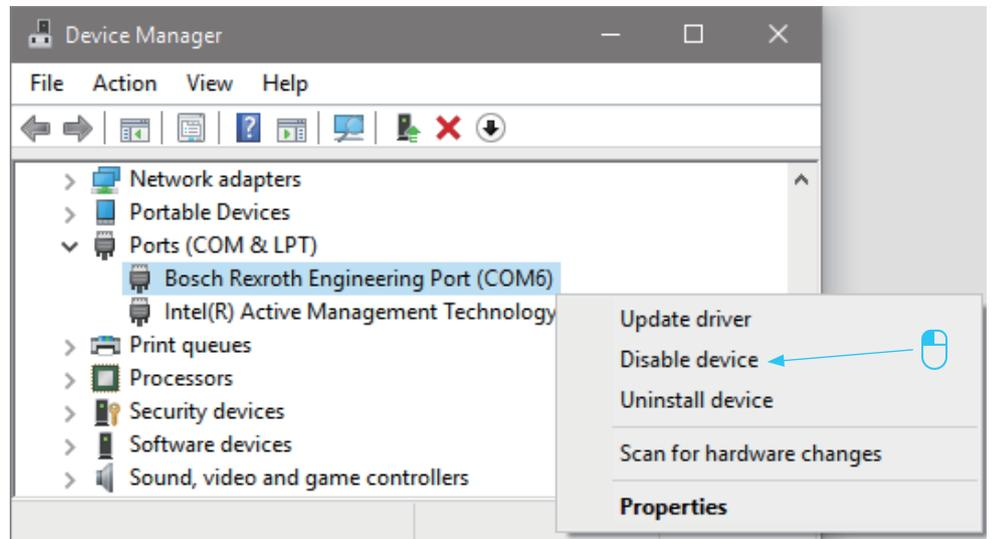

图 3: 设备管理器中的 USB 端口
- 如果“xFC”未显示为接口，请断开 USB 电缆与计算机的连接，然后重新连接。或者，在 Windows 设备管理器中禁用接口，如图 3: 设备管理器中的 USB 端口中所示，然后将其重新打开。